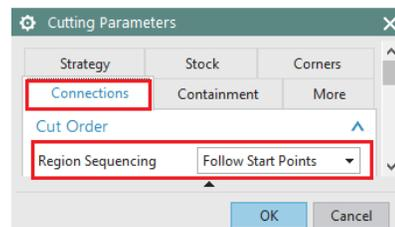
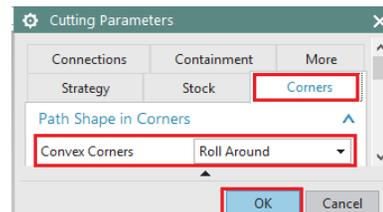

Figura 3.37 Connections
Figura 3.38 Corners
- Al seleccionar **Cutting Parameters** aparecerá la siguiente ventana(**Cutting Parameters**), ir a la pestaña **Connections**, en **Cut Order>>Region Sequencing>>Follow Start Points** (Figura 3.37), después ir a **Corners>>Path Shape in Corners>>Convex Corners>> Roll Around** (Figura 3.38), luego dar click en **Ok**.